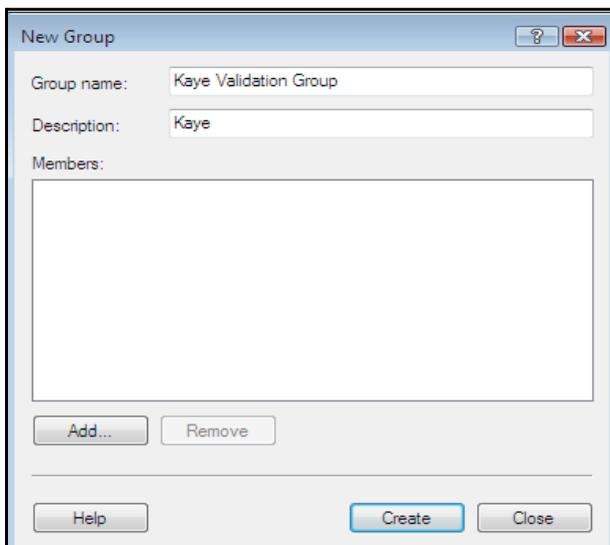

图 105: New Group Window
4. 右键点击 **Groups>New Group**. 在新组窗口 (图 105), 输入组名字, 然后点击 **添加**.